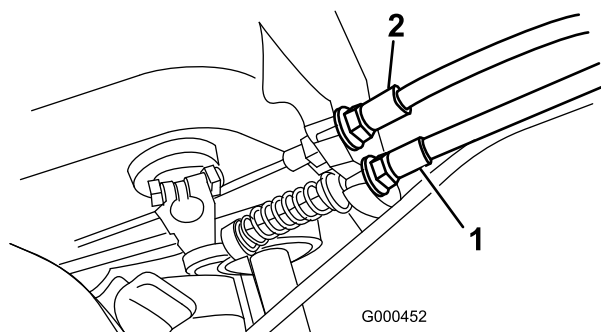

Figura 45
2. Para aumentar a tensão do cabo, desaperte a porca de bloqueio do cabo dianteiro e aperte a porca de bloqueio do cabo traseiro (Figura 45) até que seja obtida uma força de 5,4–7,3 kg, de maneira a que se possa accionar o controlo da tracção.